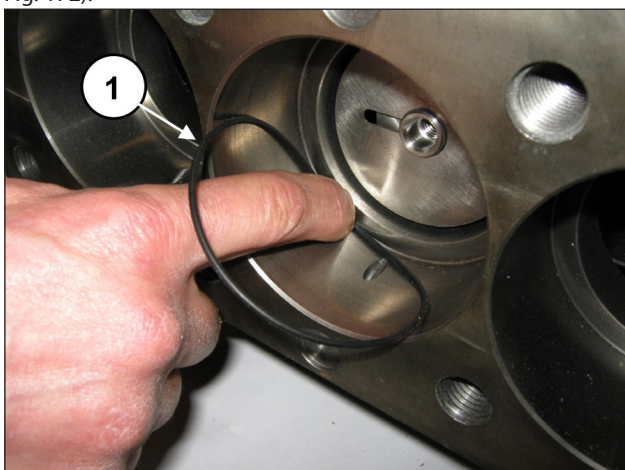

Fig. 172
Dégager le groupe support des joints et l'outil tampon. Déposer le joint torique du fond du support des joints au cas où il serait resté à l'intérieur du carter de pompe (rep. ①, Fig. 172).